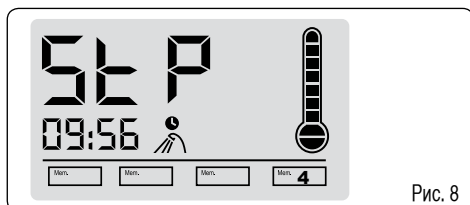

Рис. 8
На дисплее высветится **5 P** и подача воды прекратится через 5 сек. (рис.8)
1. Держатель душевой головки (Рис. 8) может быть установлен на стойке на требуемой высоте поворотом зажимного кольца по часовой стрелке.